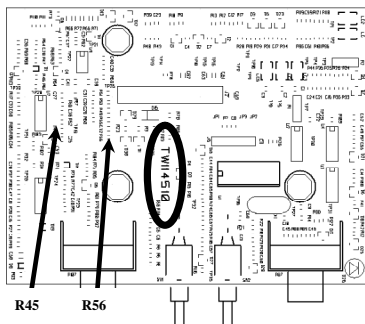

FIGURA 1
- sostituire le resistenze R45 e R56 (vedi figura 1) con le resistenze da 24K9 0805 1% presenti nel Kit Ricambio;
- sostituire nella scheda controllo le resistenze R45 e R56 (vedi figura 1) con le resistenze da 30K1 0805 1% presenti nel Kit Ricambio;